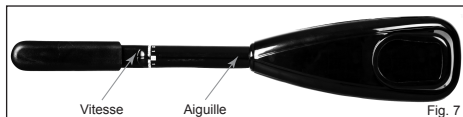

Fig. 7
2. Le moteur offre le choix de cinq vitesses avant et de trois vitesses en marche arrière. Les échelles sur la barre franche vrillée représentent un pourcentage de la poussée maximale. Tournez la barre quand vous entendez un clic qui signifie que vous avez atteint une vitesse. (Voir Fig. 7)